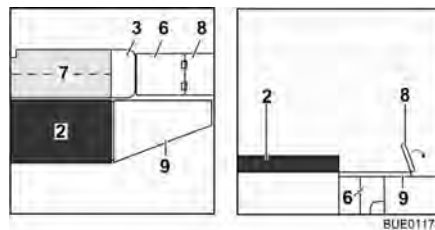

Bild 122 Under ombyggnaden
- Drag ut sänglådornas förlängning (Bild 122,6).
- Drag förlängningen av sittplattan (Bild 122,8) utåt.
- Fäll upp den extra dynan (Bild 122,7) och lägg den på bordet.
- Haka i sängbreddningen (Bild 122,9) i fästena på sittbänken.